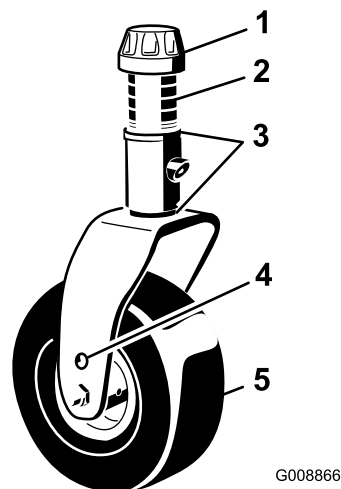

図 33
3. 刈高がステッカー 図 33 と合わない場合には、シム 3 mm を前キャストフォークに取り付けて調整する 刈り高の調整 \(ページ 29\)を参照。